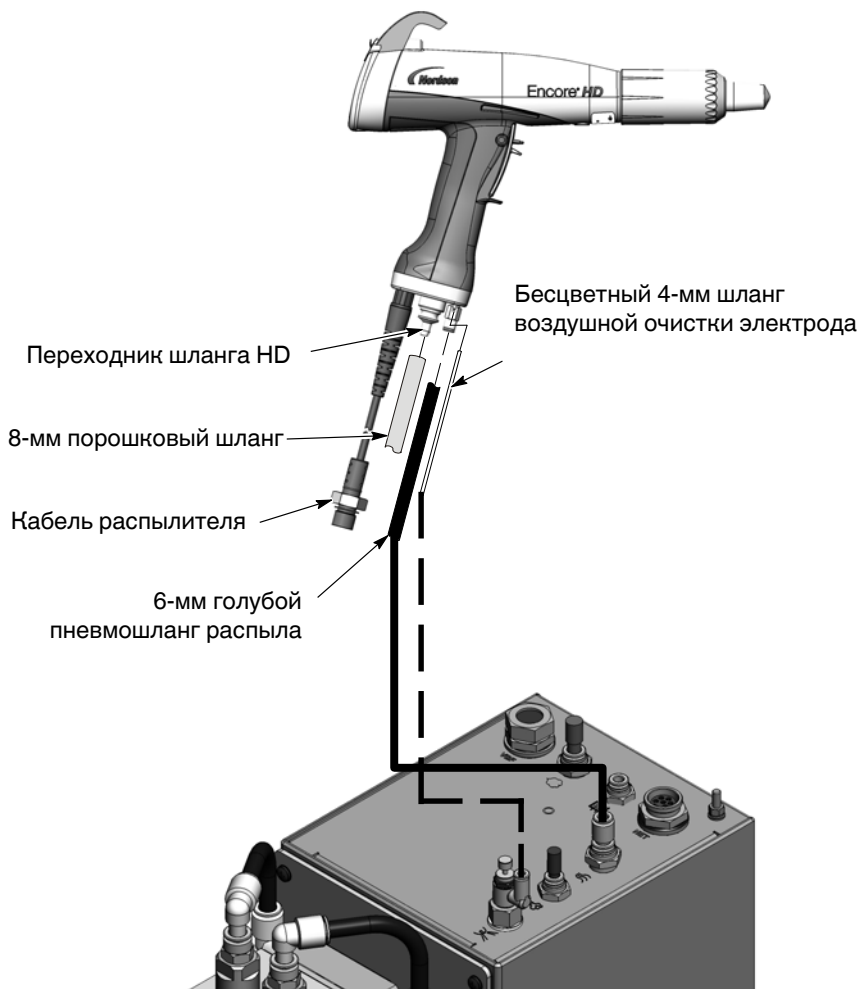

Рис. 3-5 Подключение распылителя
См. рис. 3-5.
4. См. рис. 3-5. Убедившись, что спусковая клавиша распылителя не нажата, включить питание блока управления системой. Подсвечиваются дисплей и значки интерфейса блока управления и интерфейса распылителя.